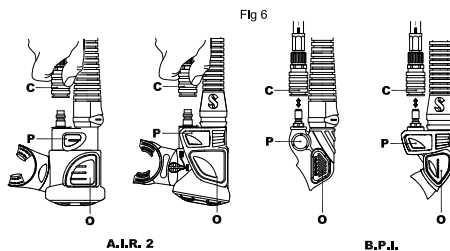

図6
パワーインフレーションバルブは、スクーバタンクからの空気を使ってBCへの吸気を可能にします。LPホースは、ファーストステージのLPポートに接続され、空気のオン/オフ機能をもつクイック・ディスコネクト・カブラによりパワーインフレーションバルブにつながっています。クイック・ディスコネクト・カブラ付属(図6-C):
BCへ空気を取り込むためには、パワーインフレーションバルブ・ボタンを押してください。(図6-P)。空気がBCに入るはずですが、PIVボタンを繰り返し押ししたり離したりすることで、小刻みな給気を利用するとさらに給気コントロールがよくなります。
2. オーラルインフレーションバルブボタン(図6-O)を押し、十分排気しながら、息を吐き続けてください。